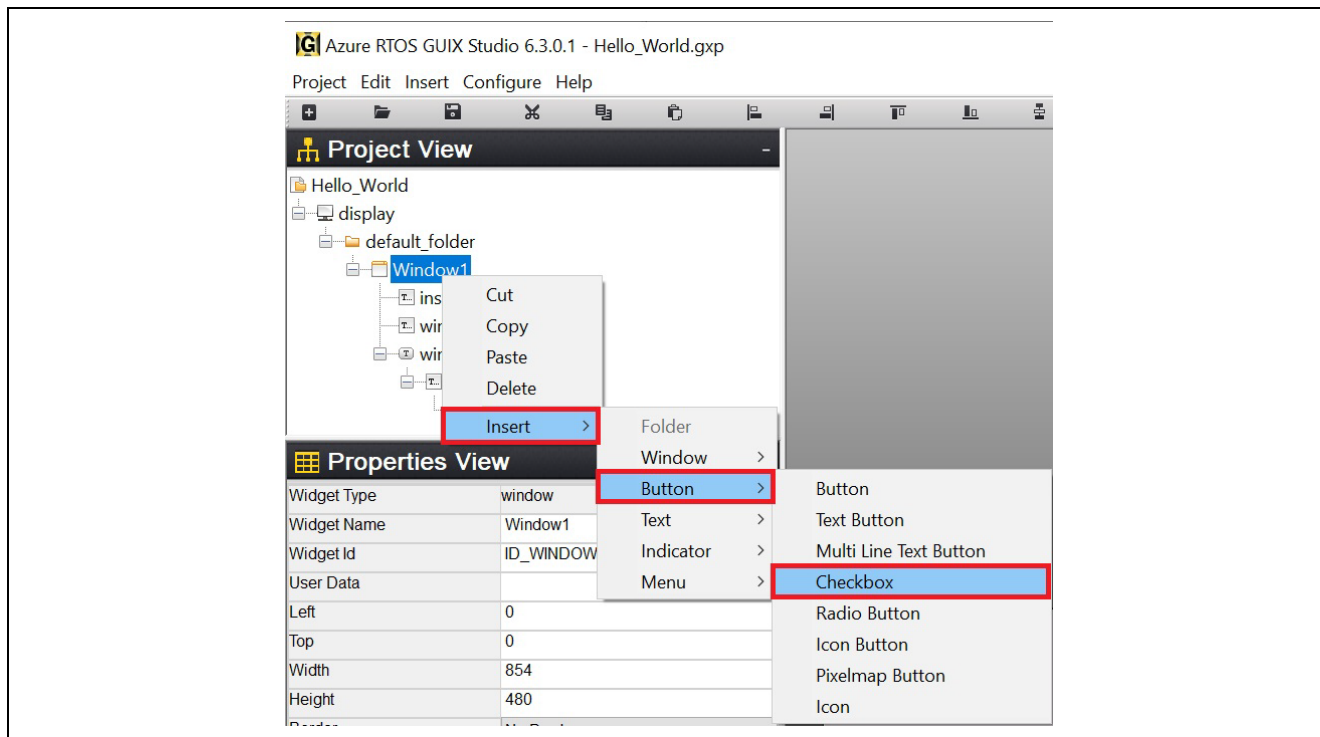

図 59. Button Checkbox の挿入
20.図 59のように、**Window1**を右クリックして、**Click Insert > Button > Checkbox**をクリックします。